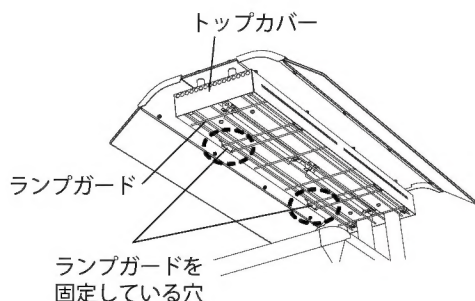
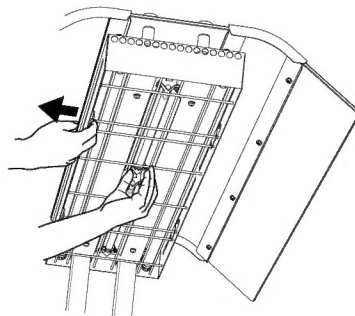
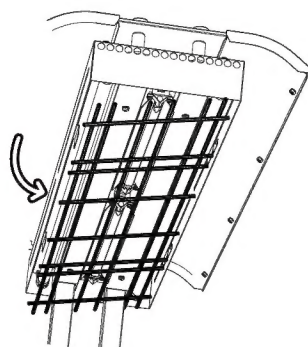

図6
図7
図8
4. ランプガードを外してください。[図6][図7][図8]
① トップカバーの両側にあるランプガードを固定している金具からランプガードを取り外します。[図6]
② トップカバーを軽く広げランプガードを外してください。その際にランプガードが落下しないように、もう片方の手で支えてください。[図7]
③ ランプガードを外します。[図8]